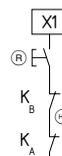

Fig. 5
**Pulsador de rearme externa (con detección de flancos) (véase fig. 5)**